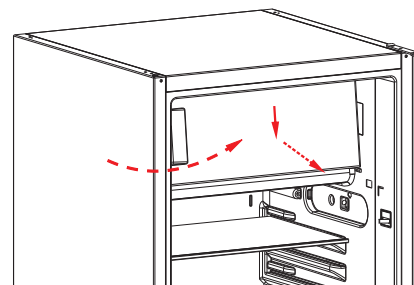

Abb. 9
- ▶ Setzen Sie die Gefrierfachtür wieder auf das Gefrierfach, indem Sie die Gefrierfachtür von unten leicht schräg nach oben schieben (Abb. 9). Achten Sie dabei darauf, dass der Zapfen der Türroberseite in der Aussparung am Gerät sitzt und die Dichtung richtig mit dem Gefrierfachrand abschließt.